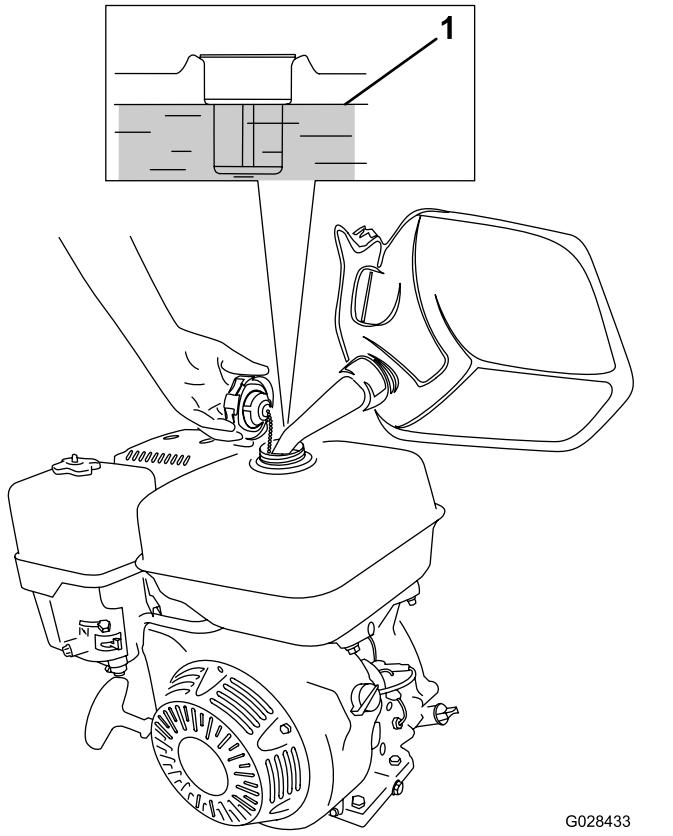

図 17
- 燃料キャップ図 17の周囲をきれいに拭いてからキャップを外す。